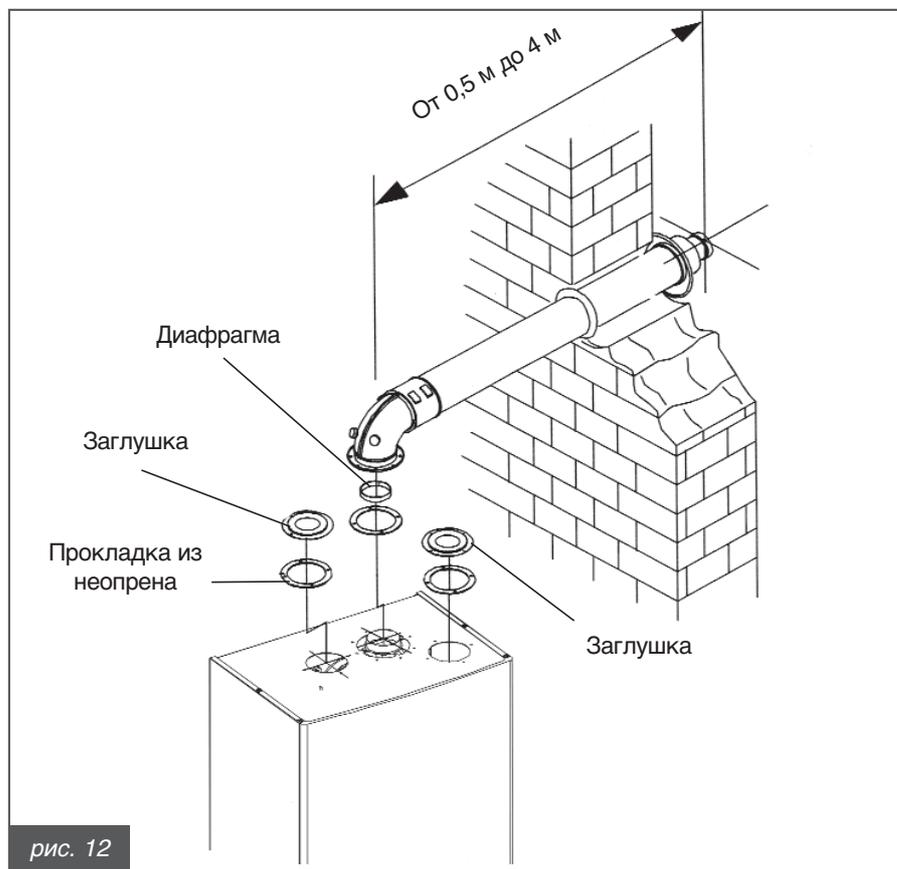

рис. 12
- вытяжной блок должен находиться выше уровня точки крепления вытяжной трубы к котлу минимум на 1,5 м (см. рис. 12).
Использование диафрагм, поставляемых с котлом (рис. 12)